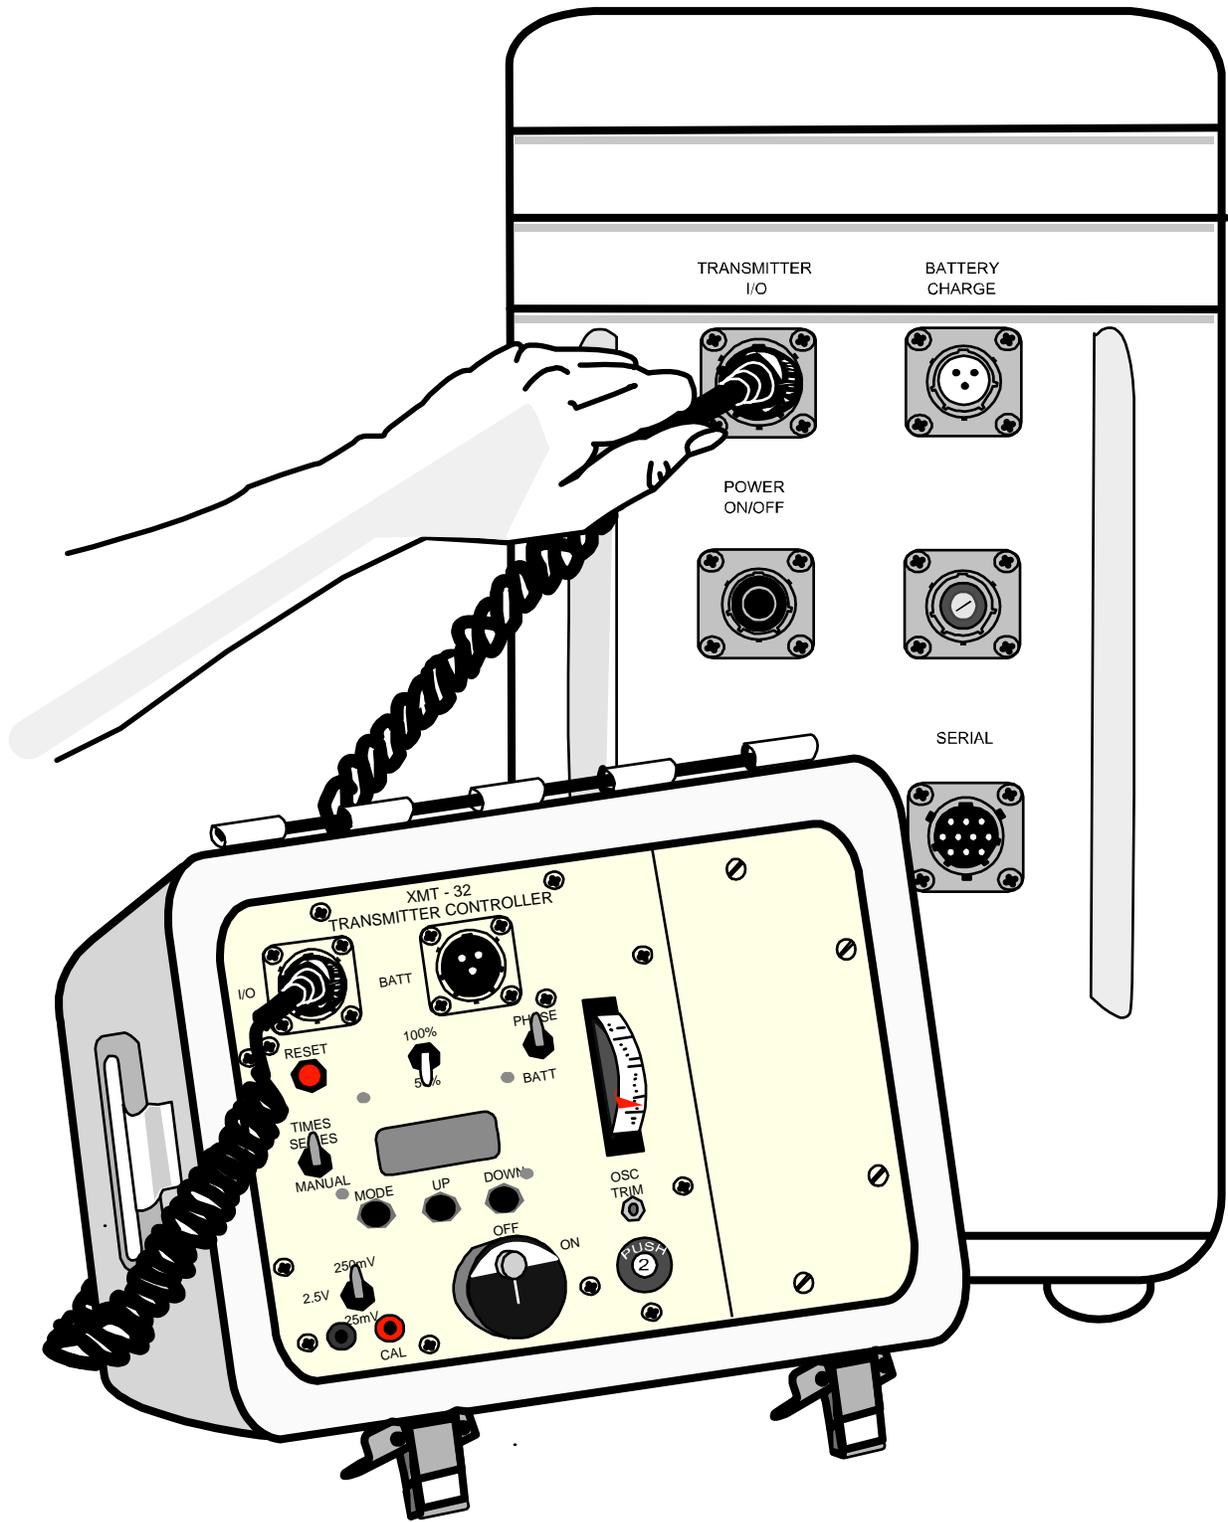

图 6.3 - 连接 GDP-32II 和 XMT-32 发送控制器以便同步化
频率调节和同步化操作图示，参见图 6.3 和图 6.4a, b。
2. XMT-32 发送控制板上的输入/输出端口和 GDP 接收机控制输入/输出板上的输入/输出端口用同步电缆连结 (图 6.3)。
1. 找出 XMT-32 面板上 OSC TRIM（振荡器微调）电位器调节螺丝位置（图 6.3）。